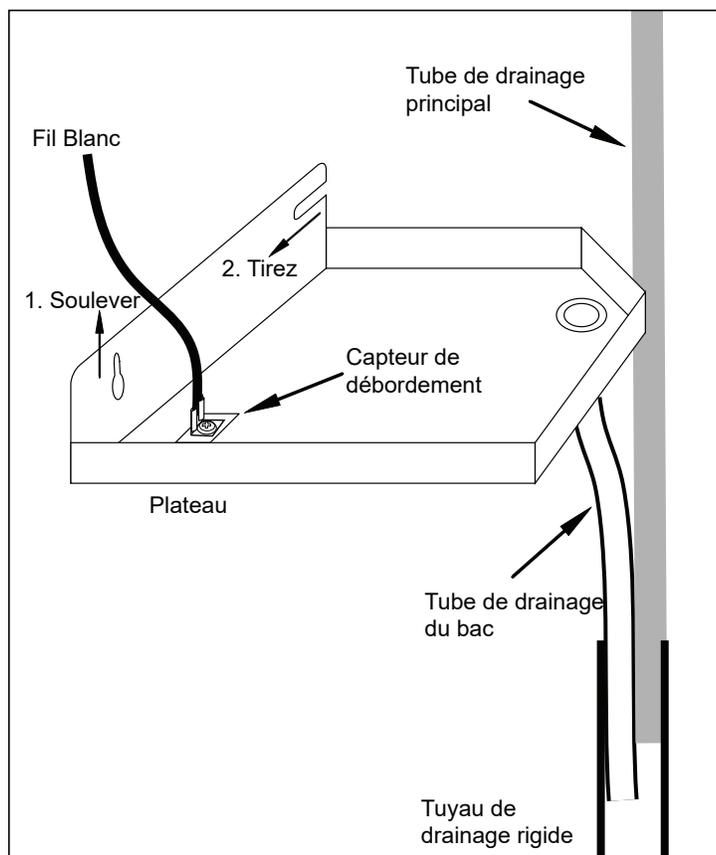

Fig. 16a
16.4 Débrancher le fil blanc connecté sur le plateau de débordement situé sous le réservoir. Ce fil est connecté au capteur de débordement. Voir Fig. 16a
16.5 Tirez le tube de plastique raccordé au fond du plateau hors du tuyau de drain rigide attaché au mur. Vous n'avez pas à le déconnecter du plateau. Pour retirer le plateau, déserrez légèrement la vis frontale et puis soulevez l'avant du plateau en le tirant vers vous. Voir Fig. 16a. Enlevez le tube principal de drainage du tuyau rigide attaché au mur et vérifiez que les deux tubes sont propres et exempts de dépôts.